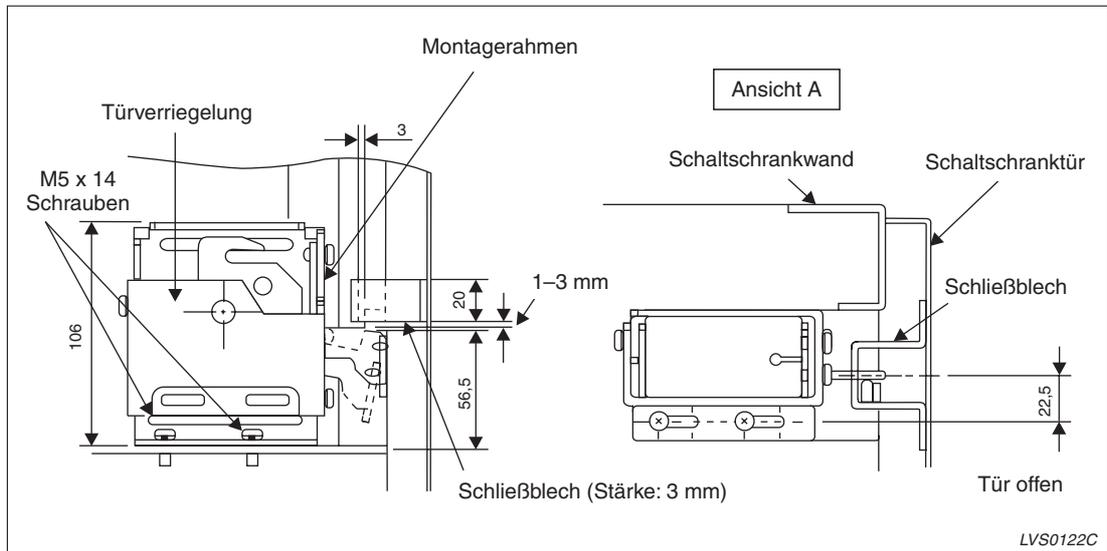

Abb. 4-58: Beispiel für den Anbau der Türverriegelung
- ① Montieren Sie die Türverriegelung an einem geeigneten Platz an der Schaltschranktür. Befestigen Sie die DI-Einheit an der Schaltschranktür mit 2 Stk. M5 x 14 Schrauben (siehe Abb. 4-58).